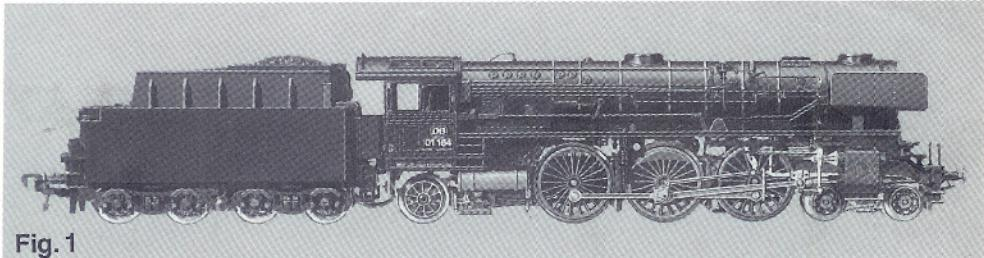

Fig. 1
Vorbild: Schnellzuglokomotive BR 01¹⁻². Die ersten zehn Lok der neuen Einheitsbaureihe 01 wurden 1925 von den Firmen Borsig und AEG an die Deutsche Reichsbahn Gesellschaft (DRG) geliefert. Bis zum Jahr 1937 beteiligten sich Henschel und andere deutsche Lokomotiv-Fabriken am Bau der insgesamt 231 Maschinen. Als Bauart 2'C1'h2, Gattung S 36.20 hatte die Lok eine Reibungslast von 60 Mp. Bei einer Leistung von 2330 PSi konnte sie eine Höchstgeschwindigkeit von vorwärts 130 km/h und rückwärts 50 km/h fahren. Bei der deutschen Bundesbahn (DB) wurden ab 1957 in insgesamt 50 Lok neue Hochleistungskessel eingebaut und andere Änderungen durchgeführt. Im schweren Fern- und D-Zugverkehr eingesetzt, wurden die letzten Lok 1974 ausgemustert. Eine Maschine wurde als Denkmal aufgestellt, einige andere sind nach Restaurierung heute noch als Museumslok fahrbereit (Fig. 1).
Prototype: Express Locomotive Class 01¹⁻². The first ten locos of this new standard class 01 were delivered to the Deutsche Reichsbahn Company (DRG) in 1925 from the firms of Borsig and AEG. Up until 1937, the construction of a total of 231 locos was shared between Henschel and other German manufacturers. With a 4-6-2 wheel configuration, the locos developed 2330 PSi, and had a top forward speed of 130 km/h, and 50 km/h in reverse. In 1957, the Deutsche Bundesbahn (DB) fitted some 50 locos with new high pressure boilers, and made other improvements. Used to haul heavy long-distance expresses, the last of these locos was taken out of service in 1974. One was saved for preservation, and following restoration, several others are in running order as museum pieces (fig. 1).
Modèle: Locomotive pour trains rapides BR 01¹⁻². Les dix premières locomotives du type 01 furent livrées par les firmes Borsig et AEG à la Deutsche Reichsbahn Gesellschaft (DRG) en 1925. Elle fut produite jusqu'en 1937, la construction des 231 machines étant répartie entre Henschel et d'autres constructeurs allemands de locomotives. Du type 2'C1'h2, série S 36.20, cette locomotive présentait une charge d'adhérence de 60 Mp. D'une puissance de 2330 CV, elle atteignait 130 km/h en marche avant pour 50 km/h en marche arrière. A partir de 1957, la Deutschen Bundesbahn en transforma 50 unités les équipant d'une chaudière à plus forte pression en même temps que d'autres améliorations. Affectionnée au trafic lourds grandes distances et aux trains D, la dernière locomotive fut retirée du service en 1974. Une de ces machines devint un monument tandis que quelques autres, restaurées, sont toujours prêtées à être utilisées comme locomotives de Musées (fig. 1).
Voorbeeld: Sneltreinlocomotief BR 01¹⁻². De eerste tien locomotieven van een nieuw ontwerp standaardlocomotief van de Baureihe 01 werden in 1925 geleverd door de firma's Borsig en AEG. De Deutsche Reichsbahn Gesellschaft (DRG) kreeg tot en met 1937 van Henschel en andere fabrikanten in totaal 231 van dit type locs. De locs kregen de benaming 2'C1'h2, type S 36.20 en ze hadden een adhesiegewicht van 60 Mp. Met een vermogen van 2330 PSi konden ze vooruit een snelheid van 130 km/h volhouden, met tender vooroor was de snelheid beperkt tot 50 km/h. De Deutsche Bundesbahn (DB) bouwde in 50 van deze locs vanaf 1957 een nieuwe ketel met groter vermogen in; bovendien werden enkele andere wijzigingen aangebracht. De locs reden altijd zware reizigerstreinen over lange afstanden, ze gingen in 1974 definitief buiten dienst. Eén van de locs staat als een "monument" opgesteld, andere zijn na restauratie in gebruik genomen door museumslijnen (fig. 1).
Förebild: Snälltågslokomotiv litt. 01¹⁻². De första tio loken med enhetstypen 01 leverades 1925 av firmorna Borsig och AEG till Deutsche Reichsbahn Gesellschaft (DRG). Fram till år 1937 deltog Henschel och andra tyska lokomotivfabriker i tillverkningen av totalt 231 maskiner. Som byggetypen 2'C1'h2, utfrån S 36.20 hade loket en täckraft av 60 mp. Vid en effekt av 2330 hk kunde det körta med en max.-hastighet av 130 km/h framåt och 50 km/h bakåt. Hos Deutschen Bundesbahn (DB) monterades från 1957 en ny högeffektspanna i totalt 50 lok och andra ändringar genomfördes. Loken gick i tung fjärr- och d-lågstrafik och de sista loken togs ur trafik 1974. En maskin ställdes upp som minne, några andra står körklara efter restaurering annu idag som museumslok (fig. 1).
Modello: Locomotiva con tender — BR 01¹⁻². Le prime 10 locomotive della nuova serie 01 furono consegnate alle DRG dalle ditte Borsig e AEG. Fino al 1937 la Henschel e altre fabbriche tedesche di locomotive presero parte alla costruzione di 231 locomotive. Con la serie di costruzione 2'C1'h2, categoria S 36.20, questa locomotiva aveva una forza di trazione di 60 Mp. Con una potenza massima di 2330 PSi poteva raggiungere una velocità massima di 130 km/h avanti e 50 km/h indietro. Presso le DB dal 1957 furono costruite 50 locomotive con nuovo caldaia ad alto rendimento e furono apportate altre modifiche. Impiegate per l'esercizio pesante le ultime locomotive furono messe a riparo nel 1974. Una locomotiva fu presentata come monumento, altre sono ancora oggi in fase di restauro come "locomotive Museo" (fig. 1).